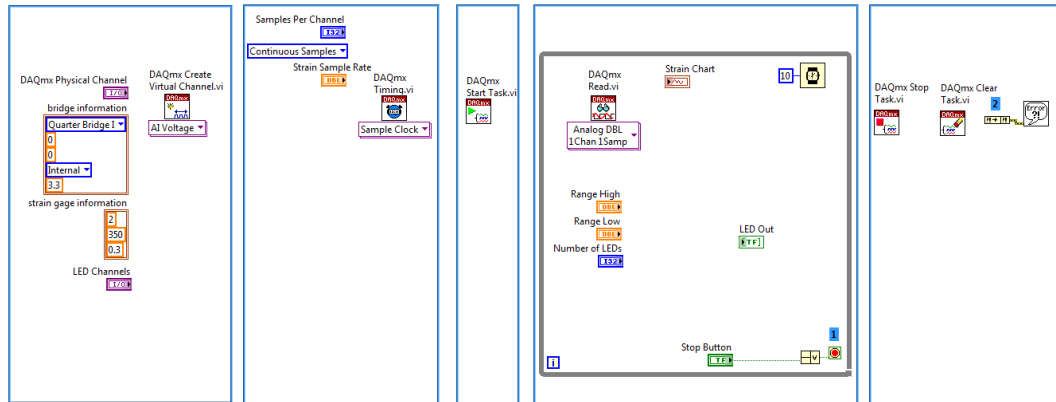

Figura 14. O fluxo do código DAQmx quase sempre segue o mesmo padrão.
25. Arraste os seguintes VIs da paleta DAQmx e posicione-os conforme ilustrado na figura 14.